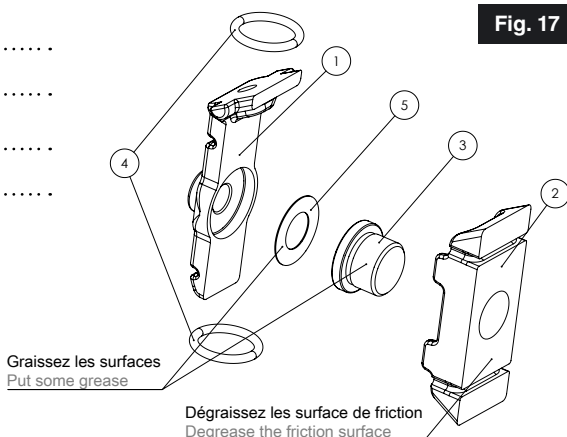

Fig. 17
- 1 / S'assurer que la pince de serrage soit en position fermée, c'est-à-dire que la pièce 1 et 2 (Fig.17) soit en contact.